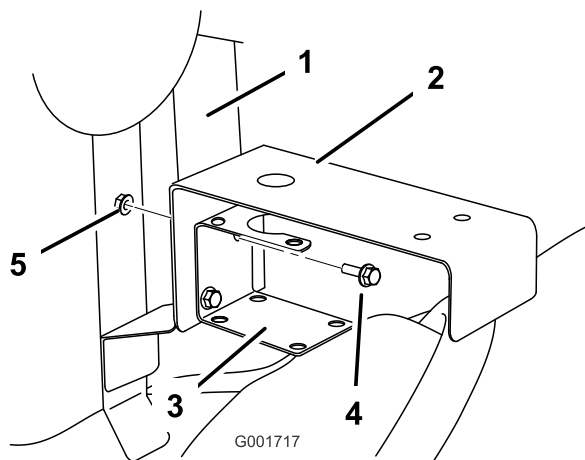

Figura 11
7. Installate la staffa della valvola di regolazione tra la staffa del raccordo a T e il telaio di montaggio (Figura 11) utilizzando i dispositivi di fissaggio precedentemente rimossi.